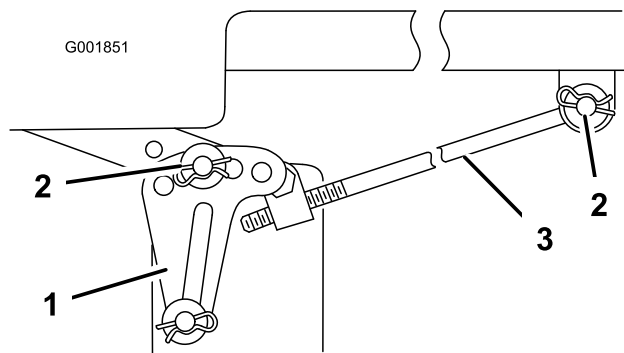

Bild 57
Hinweis: Merken Sie sich vor dem Entfernen des Mähwerks, welche Löcher in den Nivellierhalterungen verwendet werden (Bild 57).
5. Entfernen Sie den Splint und die Scheibe von der Einstellstange (Bild 57) an jeder Seite des Mähwerks.
6. Entfernen Sie den Splint und die Scheibe von den Mähwerk-Nivellierhaltern (Bild 57). Merken Sie sich das Loch, in dem die Nivellierhalterung befestigt ist, für den Wiederaufbau. Schieben Sie die Bügel vom Montagepfosten herunter.
- Befestigen Sie die Einstellstange an jeder Seite des Mähwerks mit der Scheibe und dem Splint an der Maschine (Bild 57).
- Schieben Sie die Nivellierhalterungen auf die Befestigungsstifte und befestigen Sie die Halterungen mit den Scheiben und Splints ab (Bild 57).